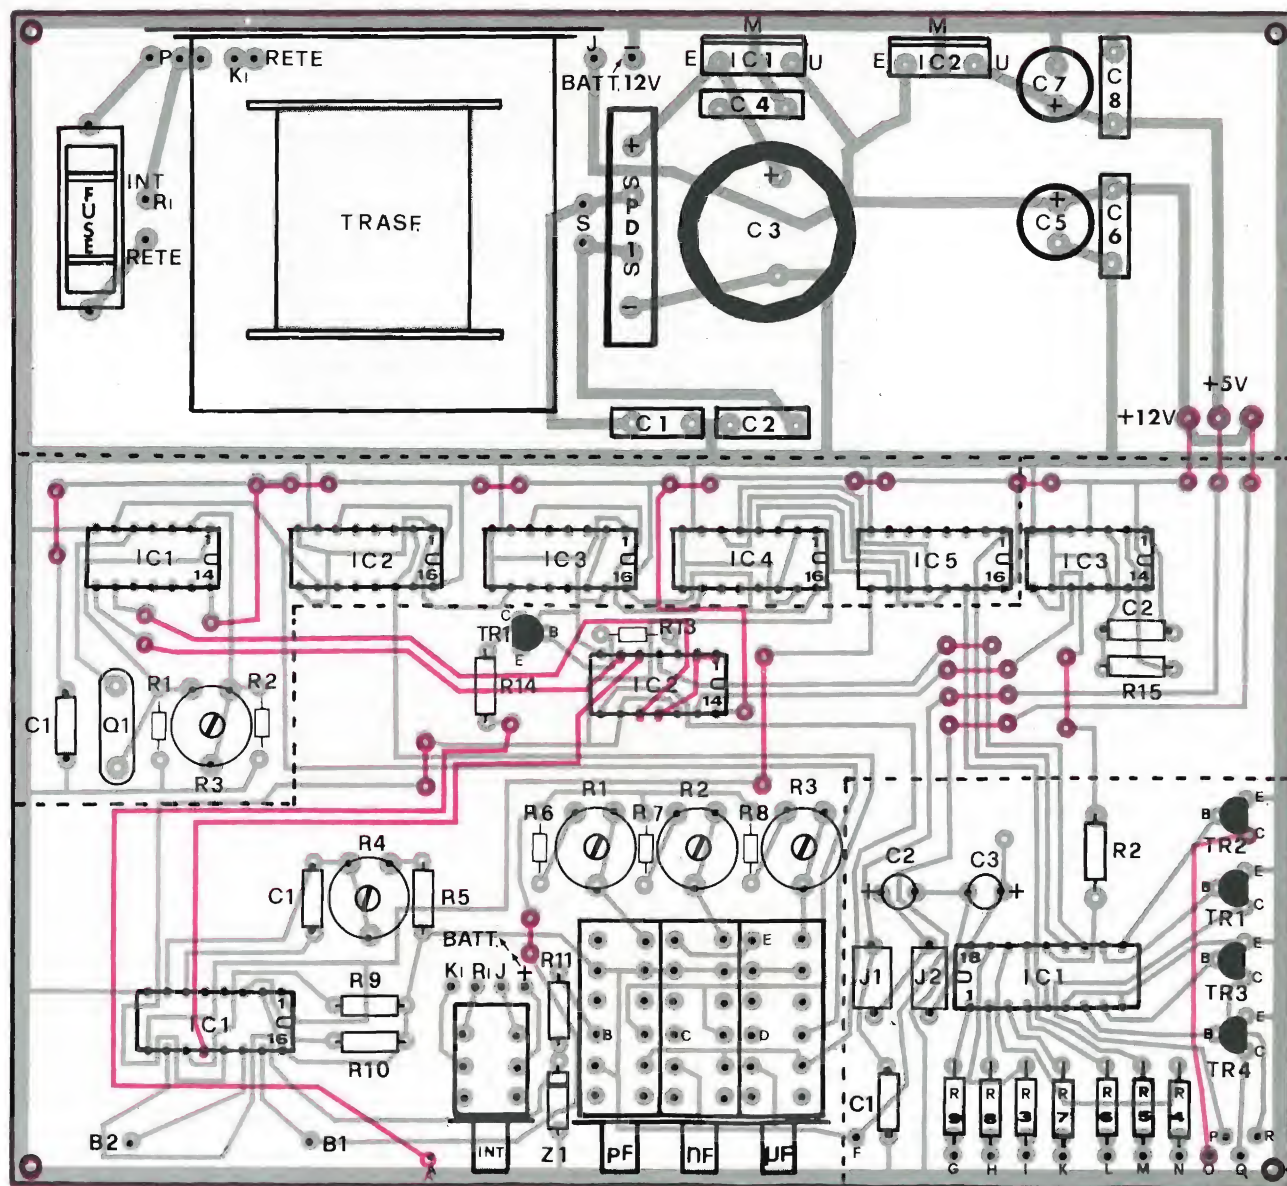
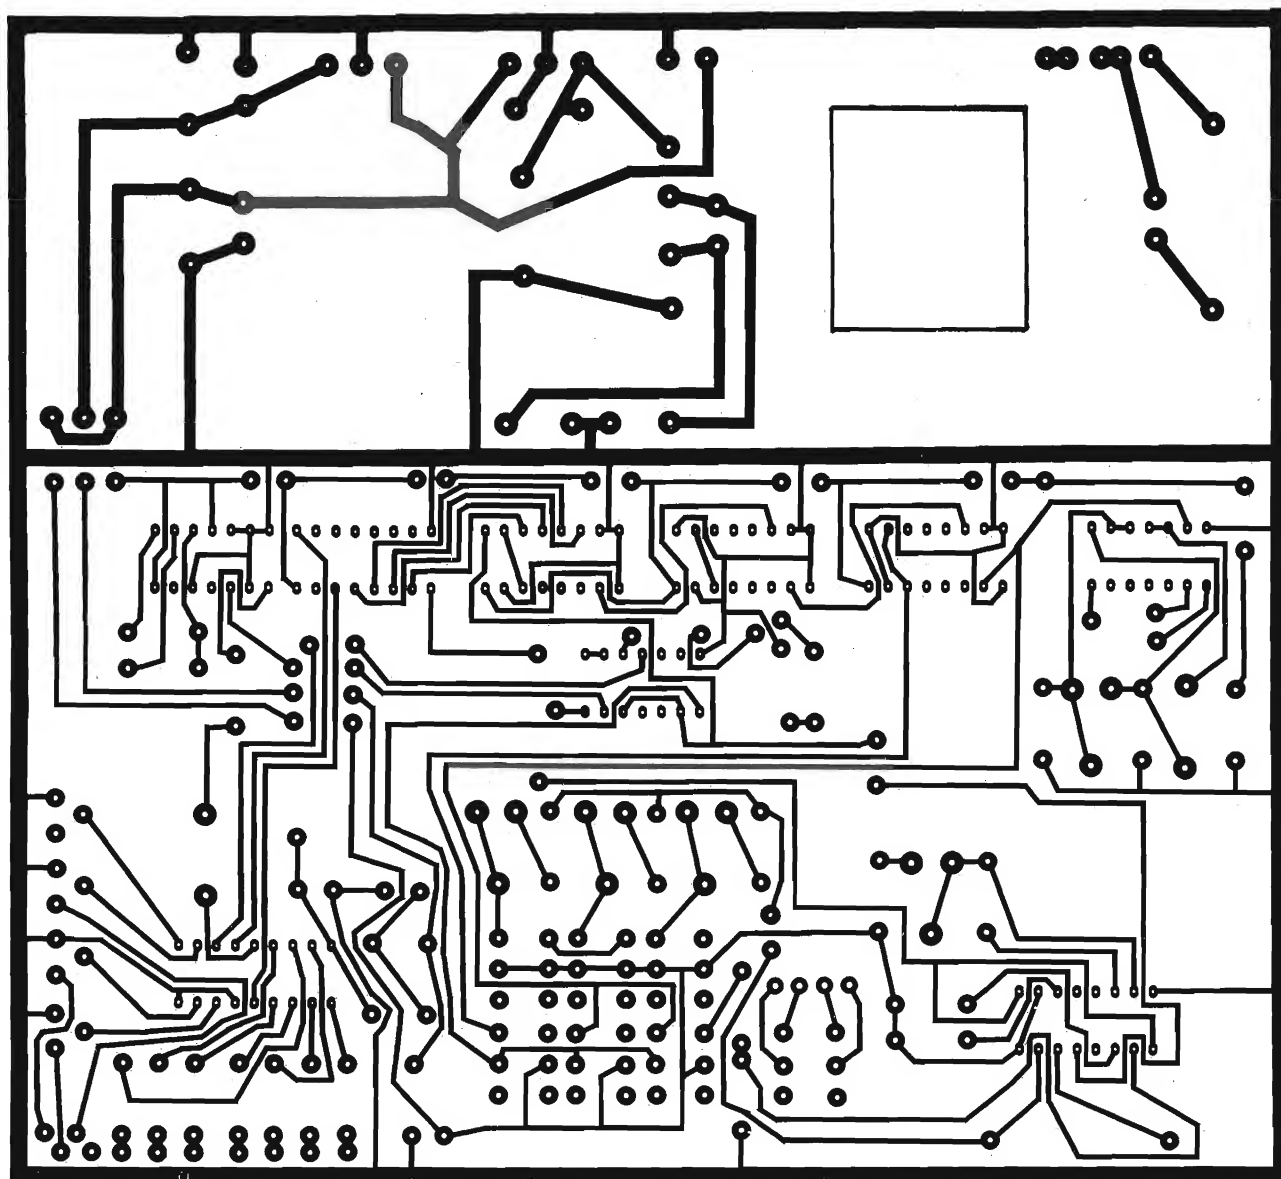

Fig. 1 - Serigrafie dei componenti, sul C.S., delle figure 2 e 3.
Fig. 2 - Circuito stampato, in scala 1:1, visto dal lato rame.
**P**er il montaggio dell'intero "Capacimetro Numerico" fate riferimento in fig. 1, al disegno serigrafico visto dal lato componenti. In fig. 2 e 3, appare il circuito stampato in scala 1:1 visto rispettivamente dal lato rame e visto dal lato componenti. Procuratevi una punta per trapano da 0,8 mm, e procedete alla foratura del circuito stampato, facendo molta attenzione ai fori che corrispondono alla pista superiore, per evitare il danneggiamento. Poi, con una punta da 3mm procedete alla foratura dei quattro angoli, che servono per il fissaggio dell'intero apparecchio. Dopo aver misurato il nucleo del trasformatore di alimentazione (TRASF), accingetevi a praticare, con l'aiuto di un traforo, una finestrella di uguali dimensioni. Iniziate col montare tutti i componenti
relativi al circuito di alimentazione (vedi fig. 1, dello schema elettrico pubblicato nella 1ª parte). Cominciate col montare il porta-fusibile (FUSE), nel quale andrà alloggiato il fusibile da 200 mA, poi montate il ponte di diodi PD1, facendo attenzione alla polarità; proseguite con il montaggio dei condensatori C1, C2, C6, C8 e degli elettrolitici C3, C5, C7, facendo attenzione, anche in questo caso, alla loro polarità infine saldate i due circuiti integrati IC1 e IC2 rispettivamente MC7812 e MC7805, rispettando l'entrata e l'uscita degli stessi. Nella finestrella precedentemente ricavata sul circuito stampato (fig. 2), andrà alloggiato il trasformatore di alimentazione, per il quale sarà necessario collegare il secondario sui ponti "S" e il primario, un capo sul punto P e l'altro sul punto RI dell'interruttore. Mentre il cordone di alimentazione, andrà collegato, un capo all'uscita del fusibile (Rete) e l'altro capo al punto KI rete e al punto KI dell'interruttore. Per l'alimentazione a batteria (12 V), collegate la presa esterna sui punti (-) batt.
Ld2, Ld3, Ld4, ed infine le resistenze R1 ed R12 e il diodo D1, nonché le boccole B1 e B2. Finito il montaggio del pannello anteriore, si renderà necessario interfacciarlo con la piastra base. Per fare questo, fate riferimento, alle fig. 1 e 4, dei relativi disegni serigrafici. Collegate quindi, con dei pezzetti di filo rigido, da 0,7 mm. i punti B2, B1, A, F, G, H, I, K, L, M, N, O, P, Q, R, con i corrispondenti punti. Una volta interfacciate le due piastre, prendete quattro pezzetti di filo isolato della lunghezza di 5 cm. circa e saldategli sul lato superiore della tastiera, sui punti B, C, D, E, quindi collegateli con i corrispondenti punti del pannello anteriore. Giunti a questo punto, provvedete a inserire, negli appositi zoccoli,